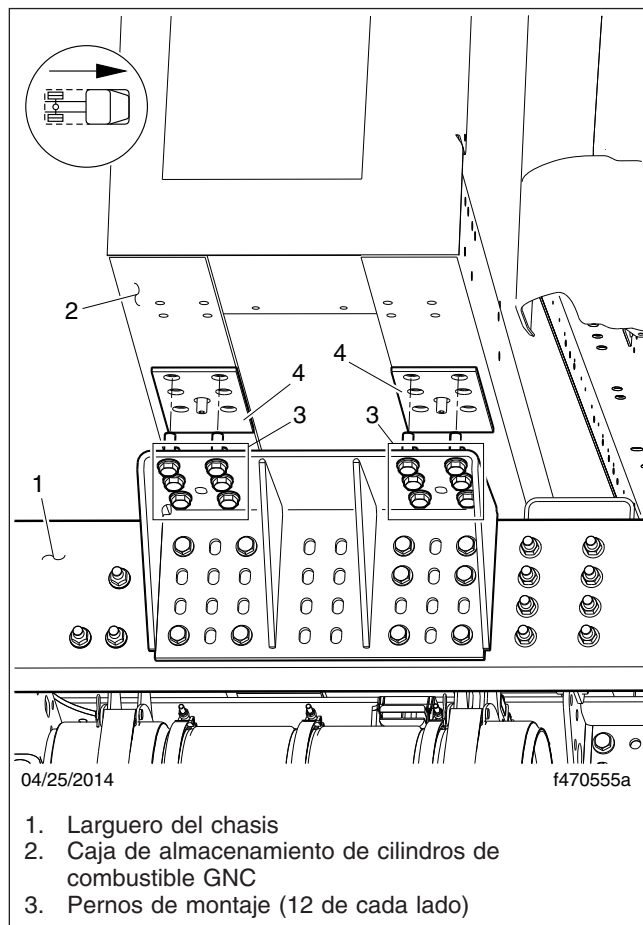

Figura 10, Soporte de montaje de la caja de almacenamiento de cilindros de combustible (lado del pasajero)
1. Asegúrese de que la caja de almacenamiento de los cilindros de combustible estén sujetos al chasis. Haga una inspección para ver si hay algún indicio de holgura. Si es necesario, apriete los pernos de montaje de la caja de almacenamiento a 160 lbf·ft (217 N·m). Vea la Figura 10.
NOTA: Durante la inspección inicial de preentrega (PDI), apriete los pernos de montaje de la caja de almacenamiento (que se muestran en la Figura 10) a 180 lbf·ft (244 N·m).